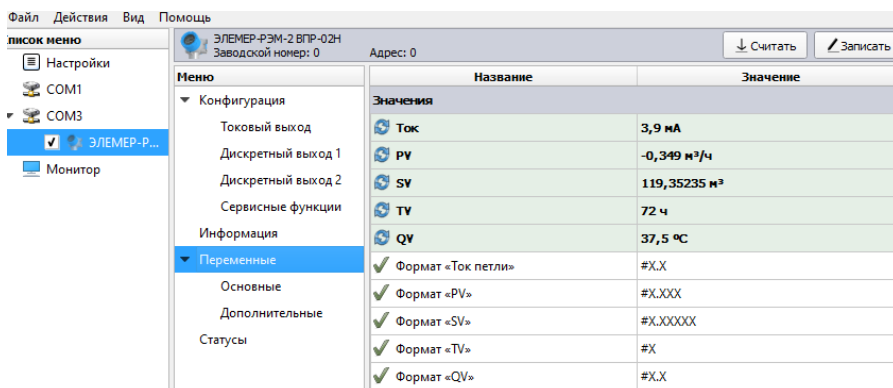

Рисунок 2.22 – Меню «Переменные»
2.7.5.1 ЭЛЕМЕР-РЭМ-2 поддерживает динамические переменные, доступные для чтения по HART-протоколу, приведенные в таблице 2.28. Динамические переменные отображаются в меню «Переменные», подменю «Основные» ПО «HART MultiConfig» (рисунок 2.22).
2.7.5.2 ЭЛЕМЕР-РЭМ-2 поддерживает динамические переменные, доступные для чтения по HART-протоколу, приведенные в таблице 2.29. Динамические переменные отображаются в меню «Переменные» ПО «HART MultiConfig» (рисунок 2.22).